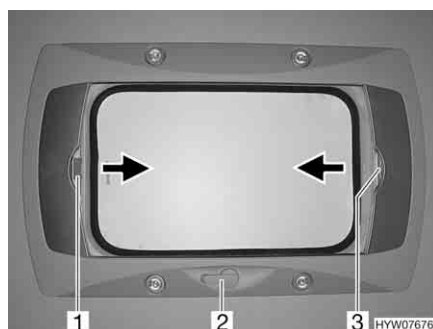

Fig. 32 Oblò a manovella
- Ruotare la manovella (Fig. 32,2) fino a quando non si incontra resistenza.
- Tirare la tendina oscurante pieghevole per la maniglia (Fig. 32,3) nella direzione della freccia fino alla posizione desiderata e rilasciare. La tendina oscurante pieghevole rimane in questa posizione.
- Tirare la zanzariera a rullo per la maniglia (Fig. 32,1) nella direzione della freccia verso la maniglia contrapposta della tendina oscurante pieghevole (Fig. 32,3) e farla innestare.
- Tirare la maniglia della zanzariera a rullo (Fig. 32,1) dietro, verso l'alto, e sganciare la zanzariera a rullo dalla tendina oscurante pieghevole (Fig. 32,3).